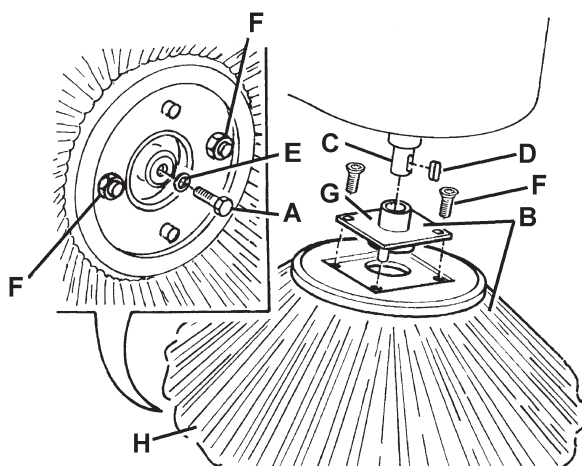

Figure 11
1. Amener la machine sur un sol plat et activer le frein de stationnement au moyen de la pédale (82) et du levier (75).
2. Tourner la clé de contact (69) sur "0".
3. Soulever le balai latéral concerné à l'aide du levier (77) ou (78).
4. A l'intérieur du balai latéral, enlever la vis (A, Fig. 11), puis enlever le balai latéral (B) avec le moyeu (B) en le dégageant de l'arbre (C).
5. Sur banc, enlever les deux vis avec écrou (F, Fig. 11) et séparer le balai (H) du moyeu (G).
6. Installer le nouveau balai latéral (H, Fig. 11) sur le moyeu (G) et serrer les vis avec écrou (F).
7. Installer la clé (D), puis installer le nouveau balai latéral avec le moyeu (B, Fig. 11). Installer la rondelle (E) et serrer la vis (A).